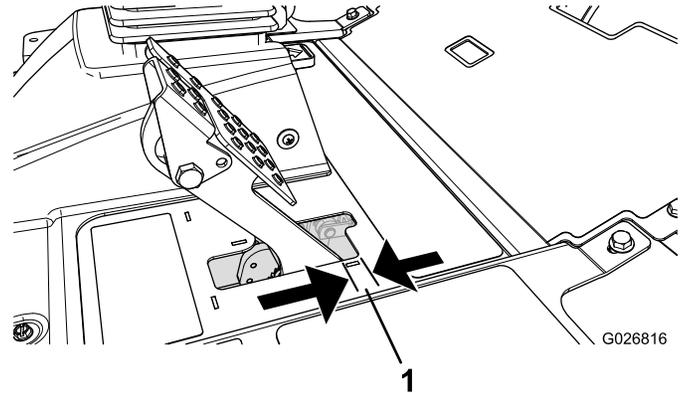

Figure 71
Réglez les freins si la garde à la pédale de frein est supérieure à 2,5 cm (1 po) (Figure 71) ou si la force de maintien offerte est insuffisante. La garde est la distance parcourue par la pédale de frein avant que le freinage soit ressenti.
2. Serrez l'écrou arrière afin de pouvoir déplacer le câble en arrière jusqu'à obtention d'une garde de 0,63 à 1,27 cm ($\frac{1}{4}$ à $\frac{1}{2}$ po) (Figure 71), avant le blocage de la roue.